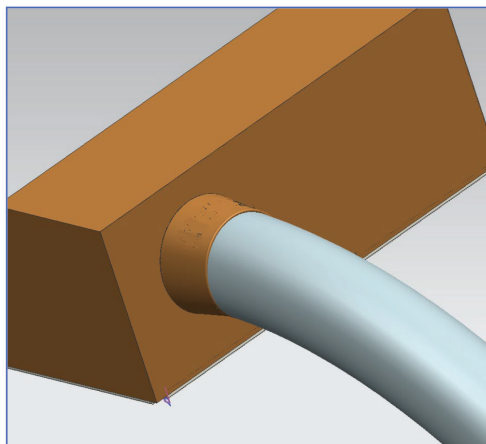

Рис. 19
- Вставьте желоб травосборника в крышку (рис. 19).